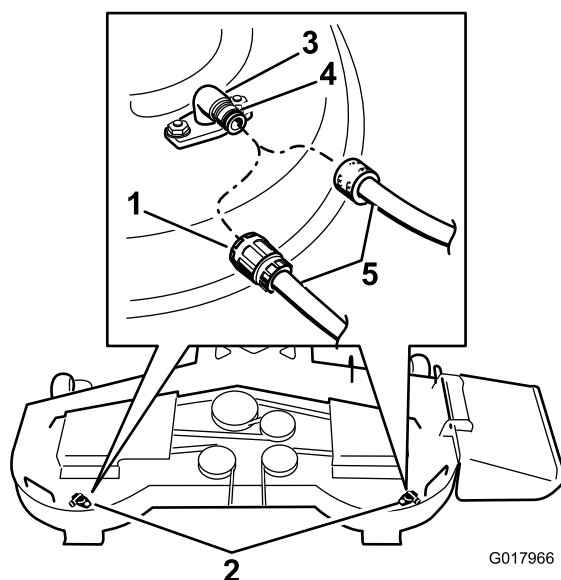

Figura 81
3. Montate il manicotto del tubo flessibile sul raccordo di lavaggio del tosaerba, quindi aprite il rubinetto per erogare un getto forte (Figura 81).